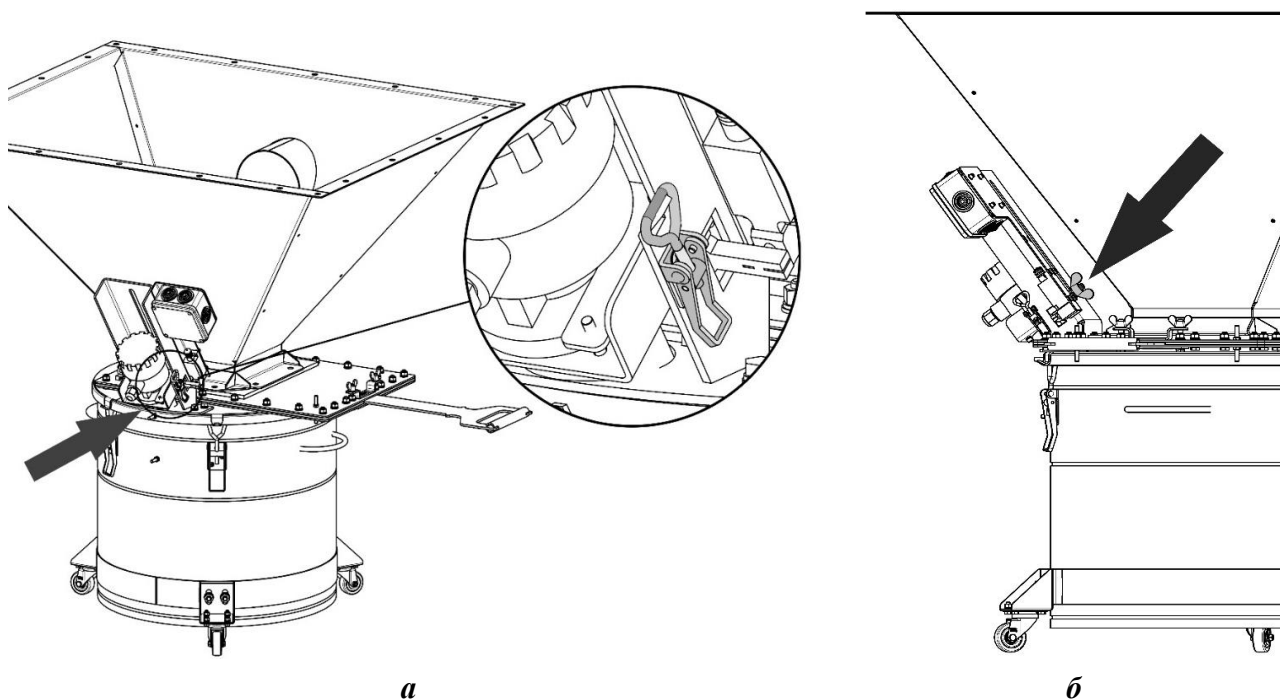

Рисунок 5
1) открыть замки-защёлки, прижимающие датчик к седлу (рисунок 5а);
3) зафиксировать датчик в верхнем положении при помощи гайки-барашка (рисунок 5б), лопасти складываются и не мешают демонтировать пылесборник при перемещении датчика в крайнее верхнее положение.